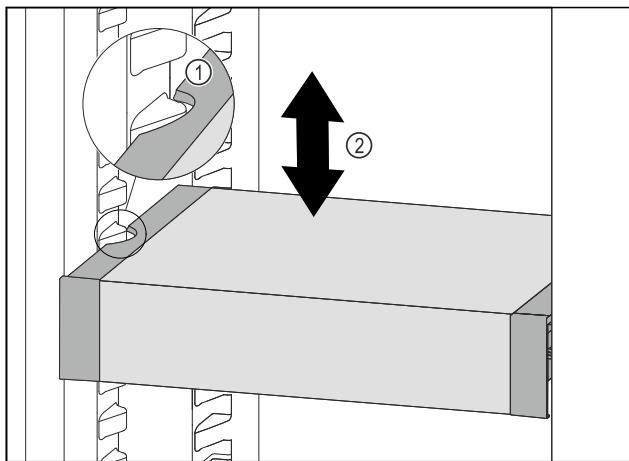

Fig. 97
- ▶ Trageți în față VarioSafe, până când degajările laterale ale VarioSafe se află la înălțimea nervurii recipientului din frigider. Fig. 97 (1)
- ▶ Mișcați în sus sau în jos VarioSafe în frigider, până când este atinsă înălțimea dorită. Fig. 97 (2)